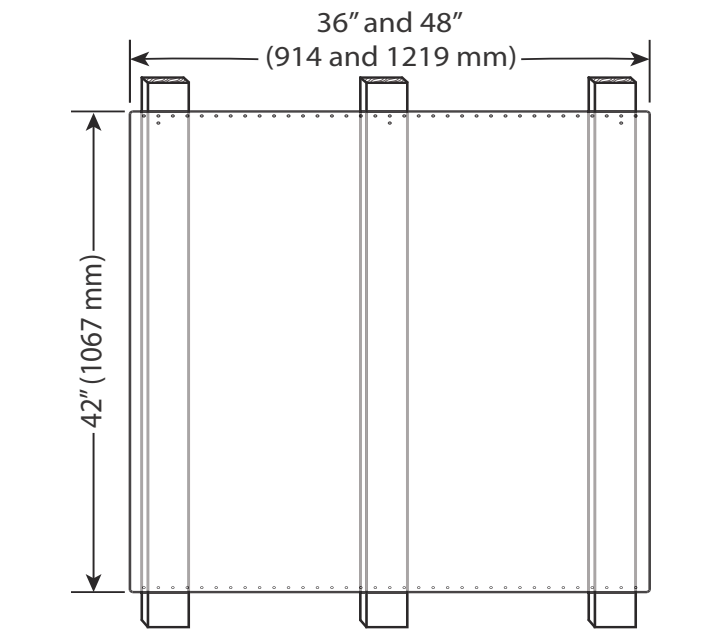

Figura 14: Instalación de la consola trasera
3. Utilice dos de los tornillos proporcionados para fijar las partes inferior y superior de la consola trasera de protección a cada travesaño de pared (vea la Figura 14).